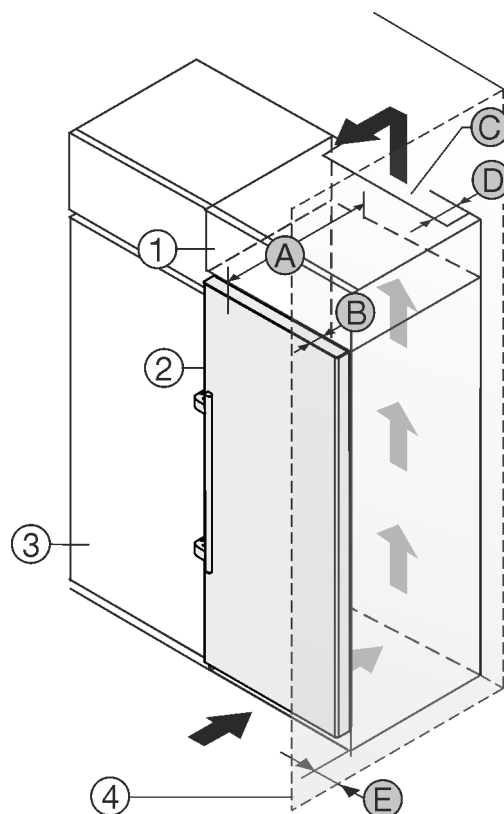

Fig. 8
Das Gerät kann mit Küchenschränken umbaut werden. Um das Gerät Fig. 8 (2) der Küchenzeilenhöhe anzugleichen, kann über dem Gerät ein Aufsatzschrank Fig. 8 (1) angebracht werden.
Das Gerät kann direkt neben dem Küchenschrank Fig. 8 (3) aufgestellt werden. Um die Türe vollständig öffnen zu können, muss das Gerät um die Tiefe Fig. 8 (B) gegenüber der Küchenschrankfront vorstehen. Abhängig von der Tiefe der Küchenschränke und Verwendung von Wandabstandshaltern kann das Gerät weiter herausragen.
- An der Rückseite des Aufsatzschrankes muss ein Abluftschacht mit der Tiefe Fig. 8 (D) über die gesamte Aufsatzschrankbreite vorhanden sein.
- Unter der Raumdecke muss der Entlüftungsquerschnitt Fig. 8 (C) eingehalten werden.
Wenn das Gerät mit den Scharnieren neben einer Wand Fig. 8 (4) aufgestellt wird, muss der Abstand Fig. 8 (E) zwischen Gerät und Wand eingehalten werden. Dies entspricht dem Griffüberstand bei geöffneter Tür.